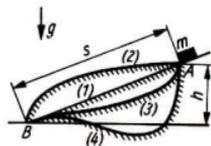

Bild 25
- 3.39 Berechnen Sie die Endgeschwindigkeit eines auf geneigter Ebene gleitenden Körpers der Masse m 1. bei reibungsfreier Bewegung und 2. bei Bewegung mit Reibung. Diskutieren Sie die Abhängigkeit der Endgeschwindigkeit von der Masse des Körpers und von der Form der Gleitbahn (Bild 25).